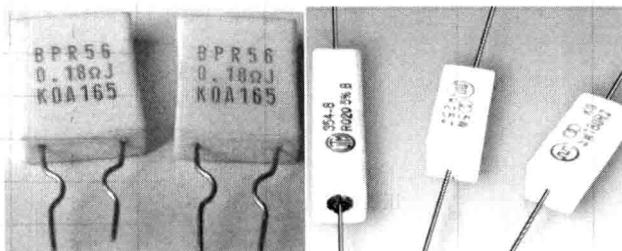

图 1.3 直标法
① 直标法。直标法是用数字或字母将主要参数和技术性能指标直接标注在电阻体上的方法，如图 1.3 所示。